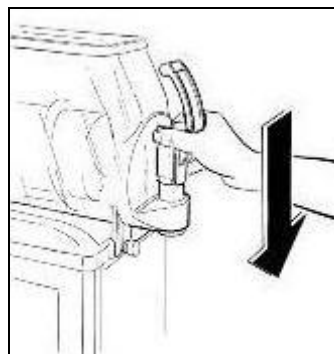

Fig. 25
- Remonter le robinet (fig. 25) en prenant soin de mettre de la graisse de vaseline sur les joints, pour l'aider à glisser dans son logement jusqu'à sa complète introduction.